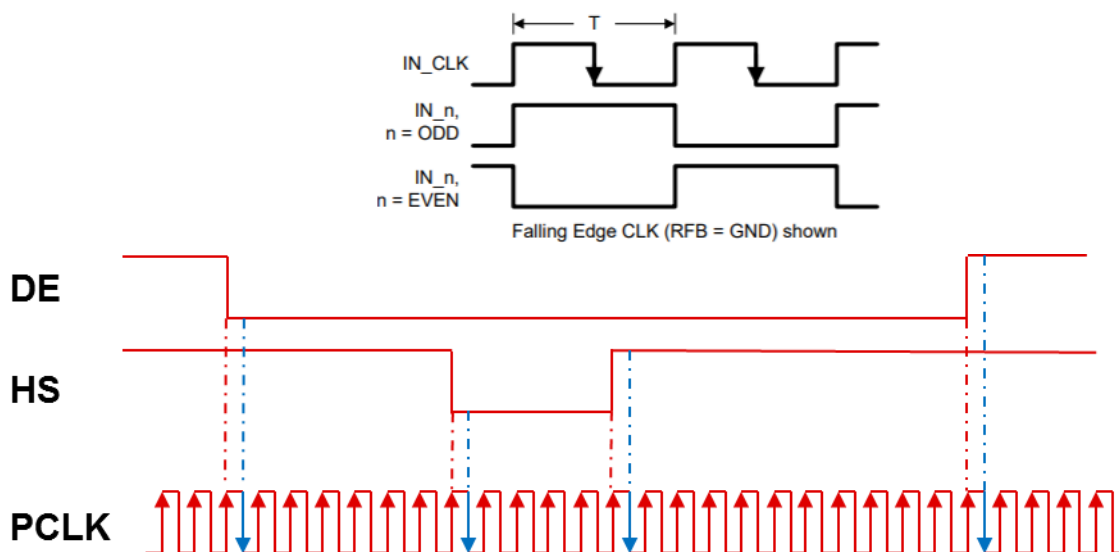

Figure 2 – DS90C189 –Q1 输入奇数显示行和偶数显示行波形示例
- b. LCD 显示的每行中的奇数像素点和偶数像素点是通过 DE 信号来进行区分。以下降沿采样为例，当 PCLK 采样到 DE 信号由低变高后，C189 采样到的第一个 pixel 为奇数像素点，第二个像素点是偶数像素点，以此类推。直到 PCLK 检测到 DE 信号由高变低，此行结束。）如 Figure 2 的示例，当 C189 配置为下降沿采样时（蓝色标注采样沿），要求 DRA71x 输出的信号在 PCLK 的上升沿变化（红色标注 J6entry 输出沿）。DE 信号在有效期内只包含像素信息，而 VS 信号在有效期内包含像素和消隐信息。在参考文献【2】的 11.2.2.2 章节描述了 DE，HS，VS，消隐信号和有效像素的组合关系。